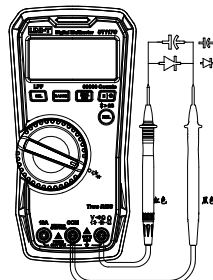

Abbildung 8
6. Diodenmessung (Abbildung 8)
7. Kapazitätsmessung (Abbildung 8)